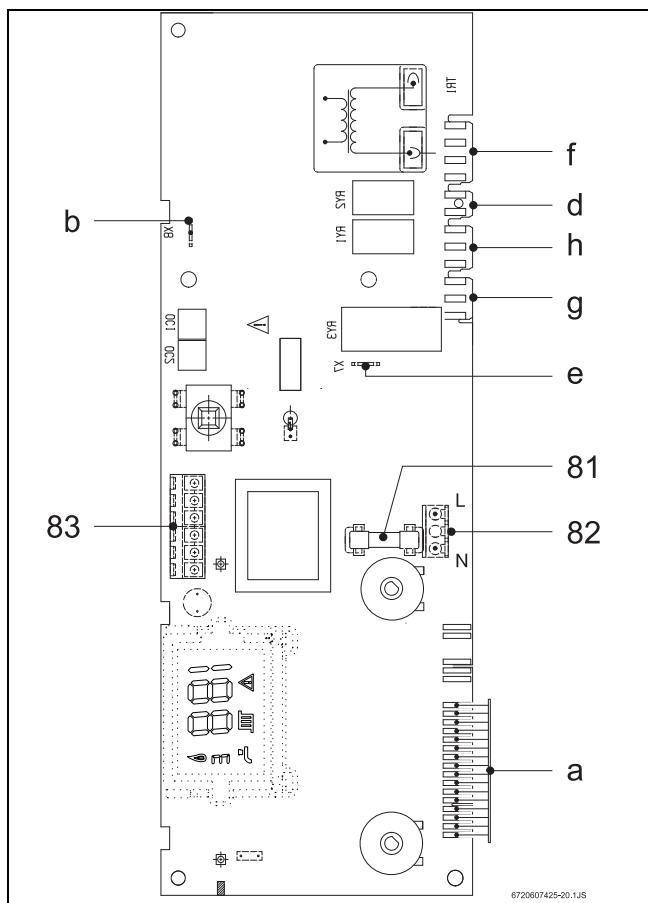

Рис. 18
- Удалить перемычку между 1 - 4 (рис. 18, поз. 83).